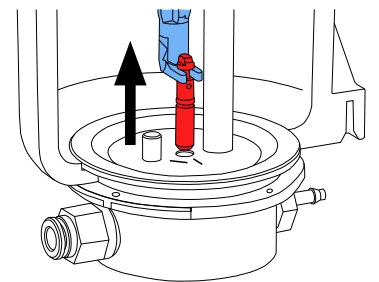

Abb. 12
- Dosierdüse mit Werkzeug fassen und nach oben herausziehen (Abb. 12).